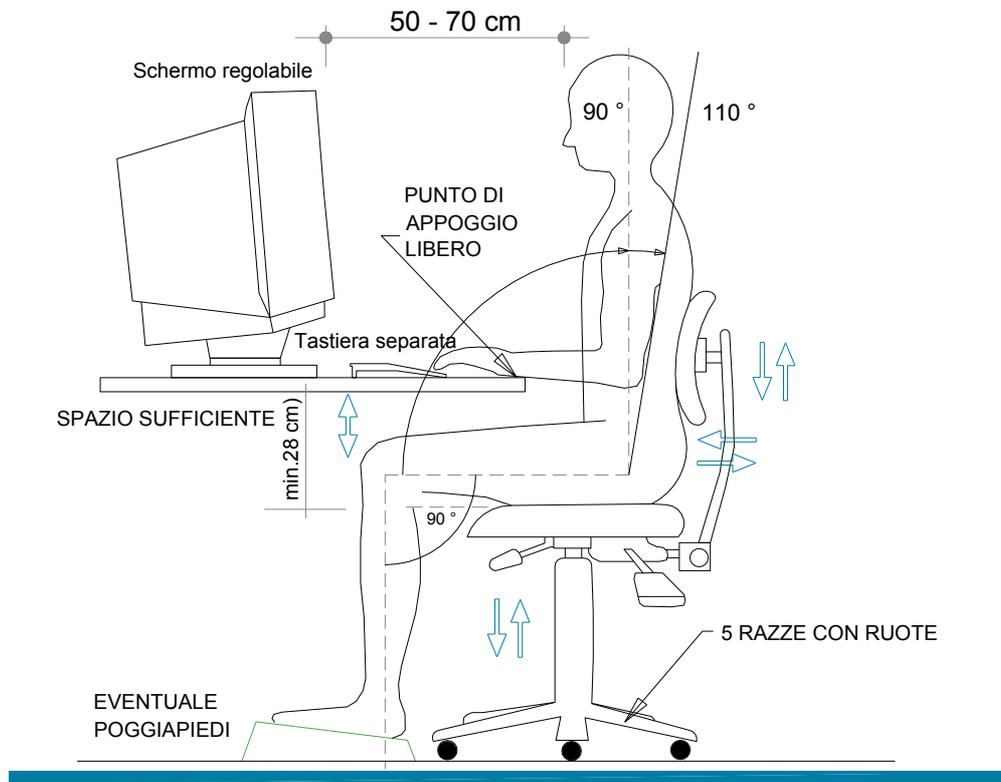

Figura 1 – POSTO DI LAVORO
- ☞ Con gli schermi comunemente in uso è consigliabile una distanza visiva compresa tra 50 e 70 cm (vedi figura 1). Per gli schermi molto grandi, è consigliabile una distanza maggiore.